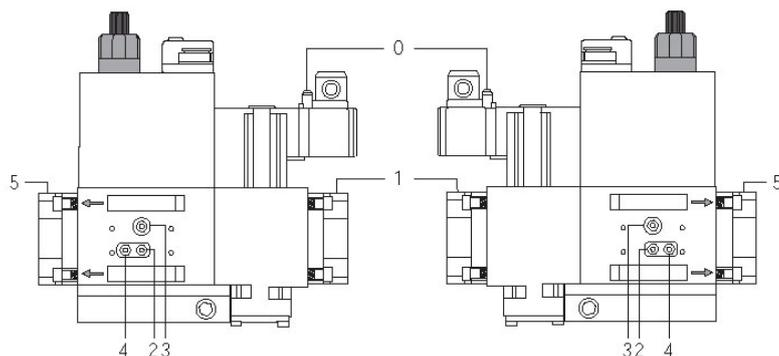
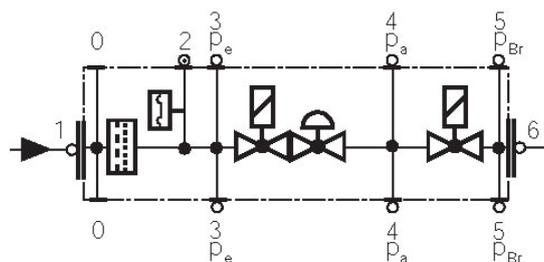

Fig. 37
Fig. 38
- Pulire o sostituire il filtro se la differenza di pressione fra i punti 1 e 2 (Fig. 37-Fig. 38)  $\Delta p > 10$  mbar.